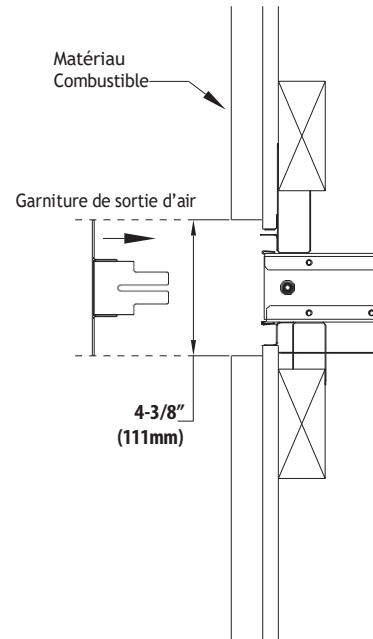

FIGURE 3.4 Matériaux de finition combustibles de 1 po d'épaisseur maximale
- Voir la Figure 3.4 (page 16) pour l'installation des matériaux combustibles de 1 po (25 mm) d'épaisseur maximale, autour de la garniture de sortie d'air du système KZK.